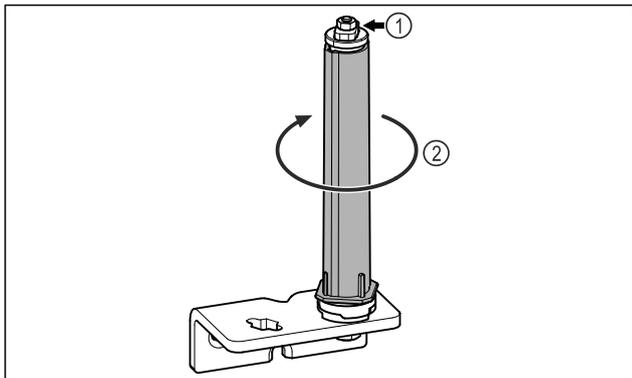

Fig. 28
- Ärge võtke ukse sulgemissüsteemi lahti Fig. 28 (1).
- ▶ Keerake sulgemissüsteemi Fig. 28 (2), kuni see klõpsub.